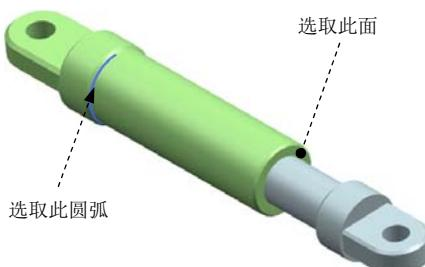
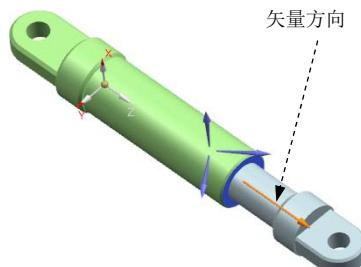

图 4.3.2 定义滑动副
图 4.3.3 定义平移矢量
(4) 定义移动原点。在“运动副”对话框  区域的  下拉列表中选取“圆弧中心”  选项，在模型中选取图 4.3.2 所示的圆弧为原点参考。
(5) 定义平移矢量。在  区域的  下拉列表中选择  选项，在模型中选取图 4.3.2 所示的面为矢量参考，方向如图 4.3.3 所示。